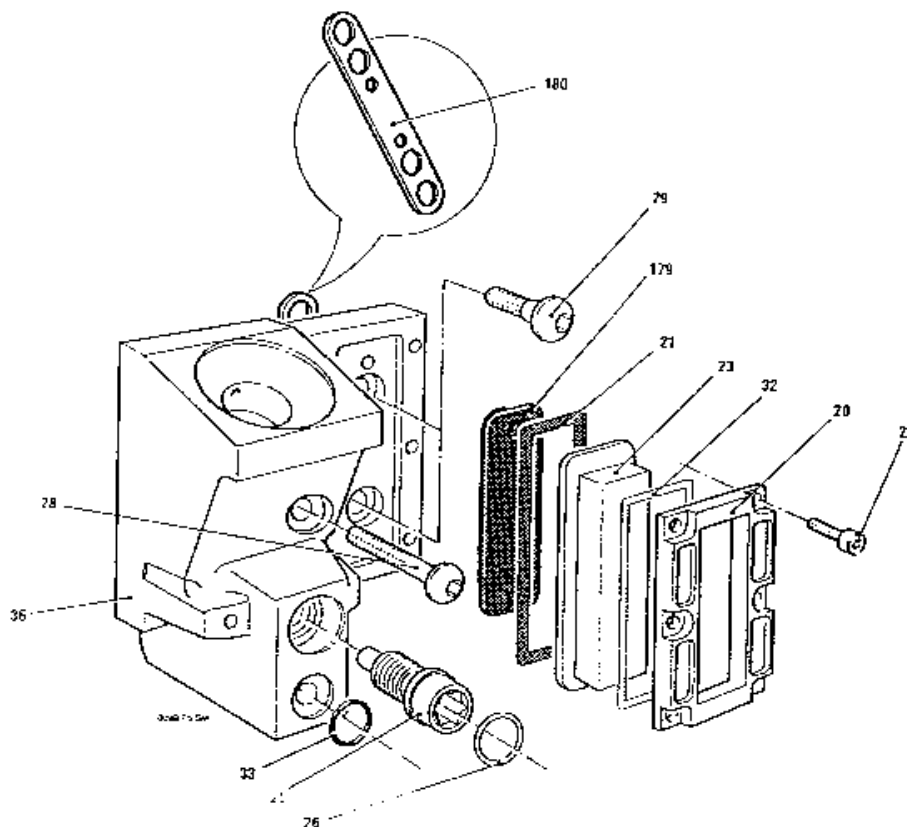

Fig. 3.7 Screw Cap Filler Disassembly
3.4.1 Screw Cap Filler (Fig. 3.7)